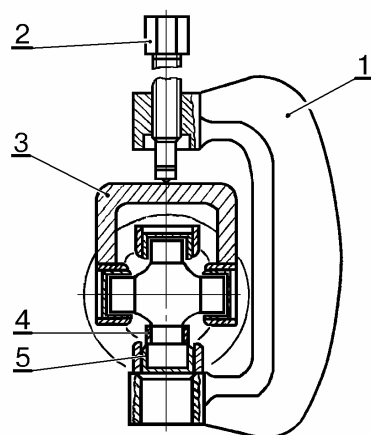

Рис.12. Выпрессовка подшипников крестовины 2105/21211-2202025.
- перевернуть струбцину 1, рис.12, с упором 3, установить на освободившуюся часть шипа крестовины разрезную втулку 4, как показано на рисунке и вращением винта 2 выпрессовать подшипник 5;